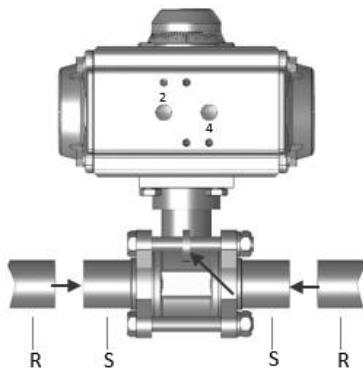

Abbildung 6: Positionierung Schweißstutzen
1. Schweißstutzen **S** rechts und links an Rohrleitungen **R** zentrieren und heften, s. Abbildung 6.